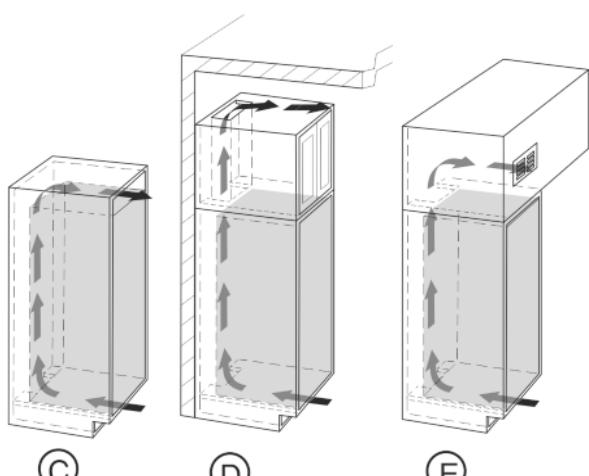

Fig. 4
- Верхняя площадь вентиляционного отверстия может быть выполнена или непосредственно над устройством и снабжена вентиляционной решеткой Fig. 4 (C), находится рядом с крышкой над мебелью Fig. 4 (D), или иметь вид вентиляционного отверстия в промежуточном перекрытии Fig. 4 (E).